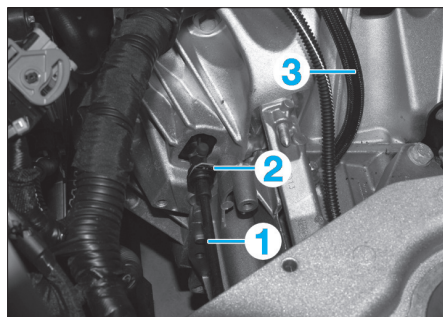

Fig. 2
- Dégrafer (Fig.2) :
- la canalisation (1) de commande hydraulique d'embrayage sur la boîte de vitesses,
- l'agrafe (2) afin de désaccoupler la canalisation (1) de commande hydraulique d'embrayage de la butée d'embrayage,
- la mise à l'air libre (3) de la boîte de vitesses.